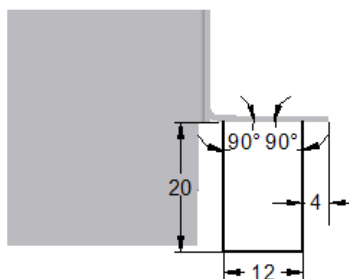
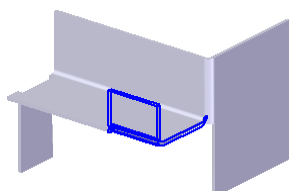

图 5.8.12 编辑草图
图 5.8.13 弯边特征 4
(4) 定义弯边尺寸。单击“轮廓步骤”按钮, 编辑草图尺寸如图 5.8.12 所示, 单击按钮, 退出草图绘制环境。
(5) 定义折弯半径及止裂槽参数。单击“弯边选项”按钮, 取消选中 ☐ 折弯止裂口 (E) 复选框, 单击 按钮。
(6) 单击“关闭草图”按钮, 单击 按钮, 完成特征的创建。
Step6. 创建图 5.8.13 所示的弯边特征 4。
(3) 定义弯边类型。在命令条中单击“从两端”按钮; 在 **距离:** 文本框中输入值 10, 在 **角度:** 文本框中输入值 90, 单击“内部尺寸标注”按钮和“材料内侧”按钮; 定义弯边侧方向如图 5.8.13 所示。